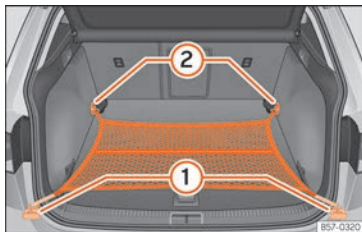

Fig. 178 Dans le coffre à bagages : sac pour filet accroché au niveau du plancher.
- Selon le cas, relevez les œillets d'amarrage avant »» **fig. 178 ②**.
- Fixez les crochets du filet aux œillets d'amarrage ② »» ⚠. La fermeture à glissière du sac doit rester vers le haut.
- Fixez les crochets du filet aux œillets d'amarrage ①.